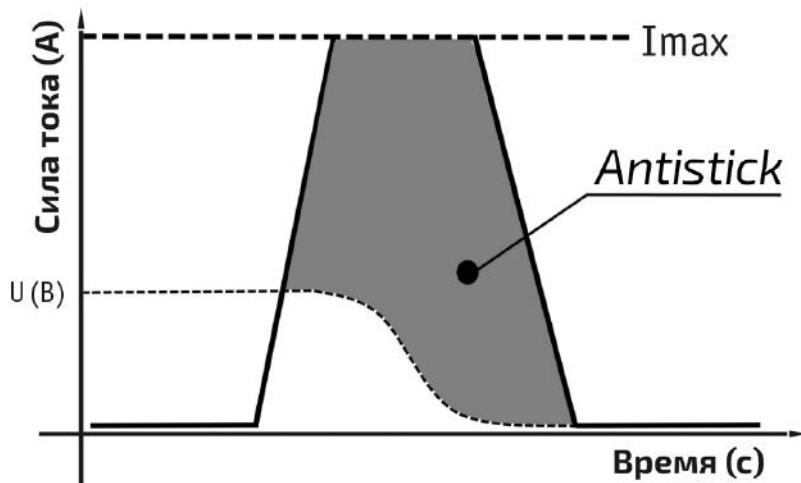

Рис. 6.0.2. Antistick.
**Antistick:** данная функция устраниет прилипание электрода к изделию. Аппарат автоматически снижает ток до минимального, чтобы не допустить перегрев электрода (см. рис. 6.0.2).